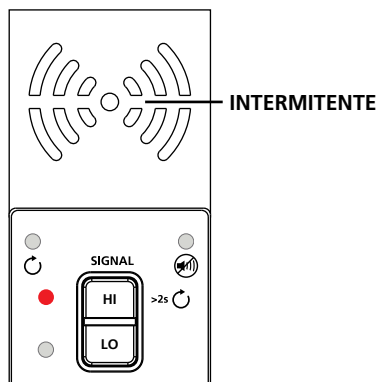

Figura 3.2b: Indicador do transmissor a exibir sinal no modo ALTO
3. Selecione o modo de sinal ALTO pressionando o botão HI para a maioria das aplicações. O visor do transmissor será apresentado tal como na Figura 3.2b. O indicador LED começará a piscar rapidamente.